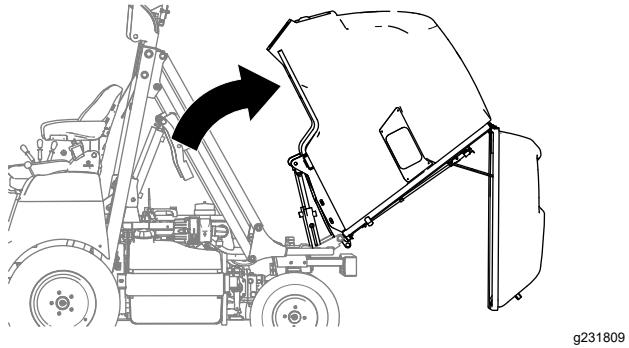

Figura 56
- Rode a tremonha para cima e para trás (Figura 56) manualmente.